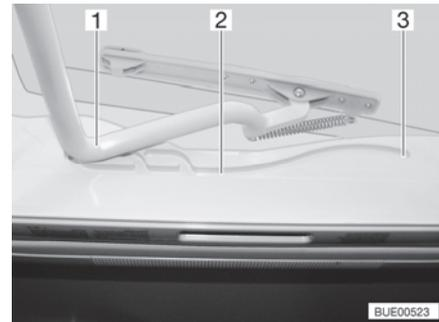

Fig. 21 Guida (oblò Heki)
- Tirare la staffa (Fig. 21,1) nelle guide (Fig. 21,2) fino alla posizione più all'indietro (Fig. 21,3).
- Spingere la staffa (Fig. 21,1) leggermente verso l'alto con ambedue le mani.
- Tirare la staffa nelle guide (Fig. 21,2) fino alla posizione desiderata.